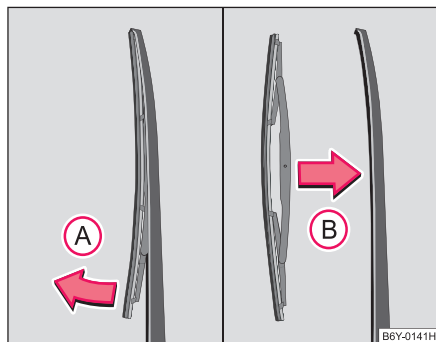

Fig. 41 Escobilla del limpiapalunetas
- Aparte el brazo de la escobilla, abatiéndolo ⇒ fig. 41.
- Con la segunda mano, sujete la escobilla por el centro y retírela en el sentido de la flecha (A).